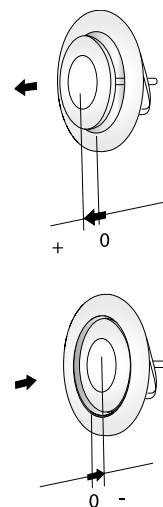

Figure 2. Mise en service.
L'équilibrage du diffuseur d'air extrait s'effectue en mesurant la pression ou le débit d'air. Mesurer la pression à l'aide d'un « crochet dynamométrique » (sonde) et le débit au moyen d'un débitmètre disponible dans le commerce. Voir Figures 2 et 3.
- Les valeurs dB(A) s'appliquent aux locaux ayant une absorption acoustique standard (équivalente à 4 dB/10 m²).
- Spécifier la correction K_{OK} des bandes d'octave pour la position zéro du cône (voir Figure 2).